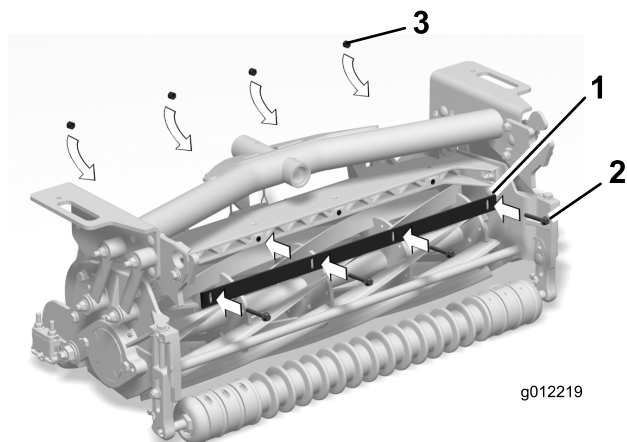

Рисунок 7
3. Свободно прикрепите отсекающую планку к раме режущего блока при помощи 4 болтов (¼ x 1¾ дюйма) и 4 контргайк (¼ дюйма) (Рисунок 7).
5. Затяните болты и контргайки (Рисунок 7).